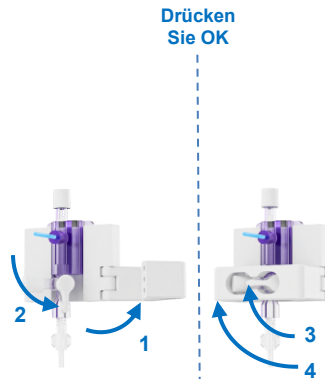

Abbildung 23 Nullstellen des Drucksensors
- Öffnen Sie die Klammer an der Drucksensorhalterung, um auf das Ventil am Drucksensor zuzugreifen (Abbildung 23; Schritt 1). Drehen Sie das Ventil am Drucksensor gemäß den Instruktionen auf dem Display nach unten, um den Sensor zu öffnen und den atmosphärischen Druck zu messen (Schritt 2).
- Drehen Sie das Drucksensorventil zurück in die horizontale Position (Abbildung 23, Schritt 3) und schließen Sie die Klammer der Halterung des Drucksensors, um das Ventil vor unbeabsichtigtem Öffnen zu schützen (Schritt 4). Drücken Sie OK an der Pumpeneinheit, um fortzufahren.
- Falls das Kidney Assist-System nicht feststellen kann, ob der Drucksensor ordnungsgemäß an den Perfusionskreislauf angeschlossen ist, überprüfen Sie, ob sich das Ventil des Drucksensors in der horizontalen Position befindet (Abbildung 23, Schritt 3). Drücken Sie OK, wenn sich das Ventil des Drucksensors in horizontaler Position befindet.